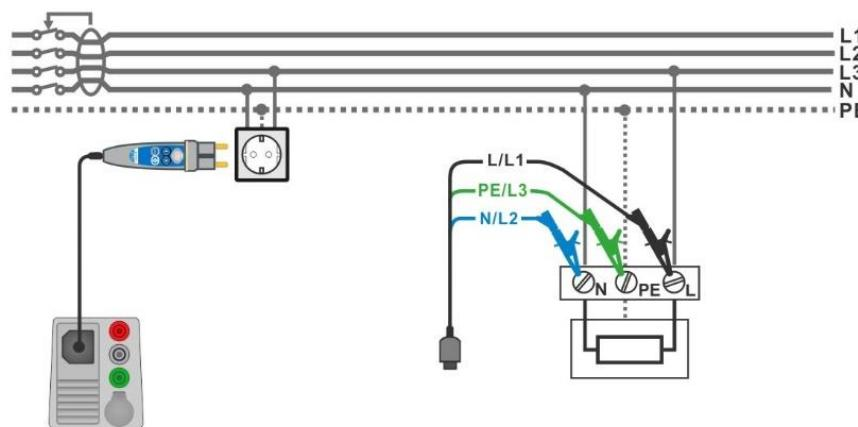

Fig. 4.110: AUTO TN (RCD) måling
- › Forbind 3-leder testledningerne eller Plug commander til objektet der skal testes, se **Fig. 4.110**.